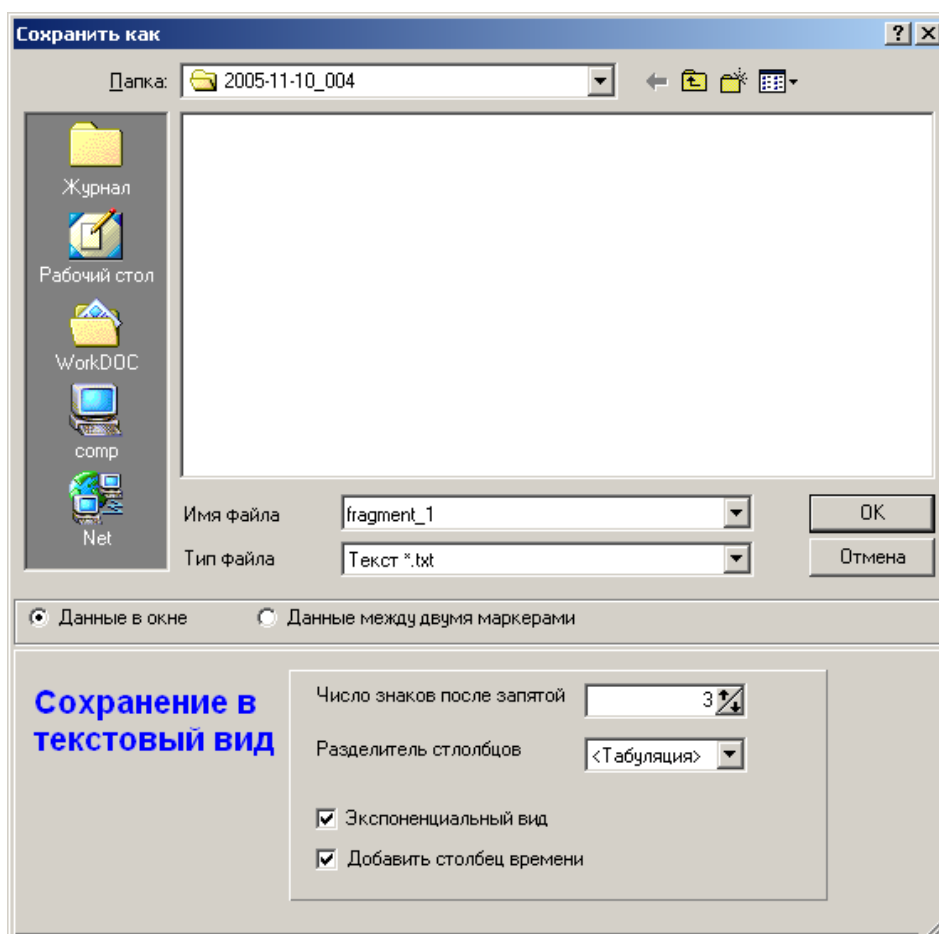

Рис. 17
4.2.3.4. В программе имеется возможность сохранения выбранных участков записи на диск компьютера. Диалоговое окно сохранения фрагмента (рис. 17) вызывается нажатием кнопки с изображением дискеты на левой панели в основном окне просмотра.